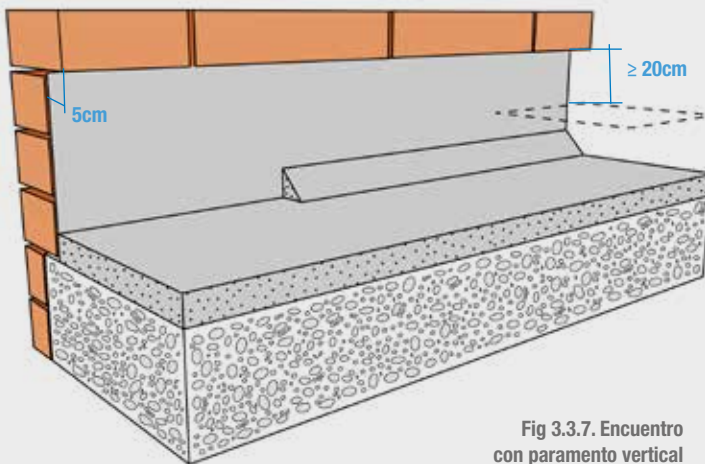

Fig 3.3.7. Encuentro con paramento vertical retranqueo.
- Mediante un retranqueo cuya profundidad con respecto a la superficie externa del paramento vertical debe ser mayor que 5 cm y una altura total que permita cumplir el requerimiento en altura de impermeabilización de 20 cm por encima del punto mas alto de la protección de la cubierta. (fig 3.3.7)